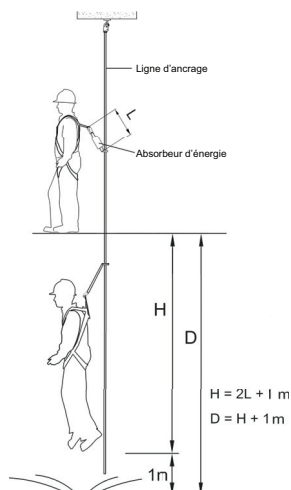

Fig. 1 Distance d'arrêt et tirant d'air
- Pour la distance d'arrêt maximale H et le tirant d'air minimal D requis, reportez-vous à la fig. 1 (L est la longueur de l'absorbeur d'énergie).